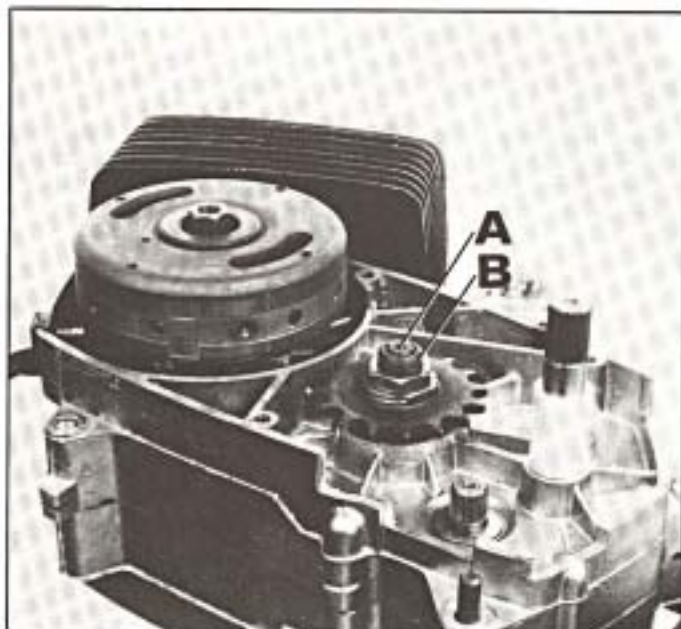

Fig. 37
- Dans cette position, l'extrémité de la tige de commande A doit affleurer l'extrémité de l'arbre secondaire B (figure 37).